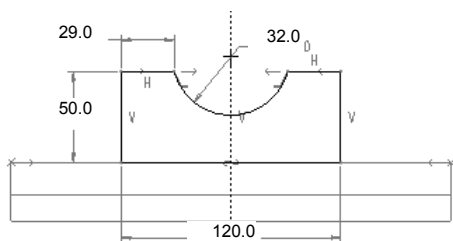
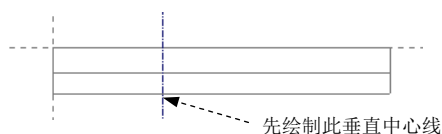

图 3.1.32 截面图形
图 3.1.33 绘制垂直中心线
④ 单击“草绘”对话框中的 **草绘** 按钮。至此, 系统进入截面草绘环境。
(3) 创建图 3.1.32 所示的特征截面, 详细操作过程如下:
① 定义截面草绘参考。在此不进行操作, 接受系统给出的默认参考
② 为了使草绘时图形显示得更清晰, 先需要设置视图的显示方式: 在“视图控制”工具栏中单击按钮 , 在弹出的菜单中选择 **消隐** 选项, 切换到“不显示隐藏线”方式。
③ 绘制、标注截面的准备工作。
a) 先绘制一条图 3.1.33 所示的垂直中心线。